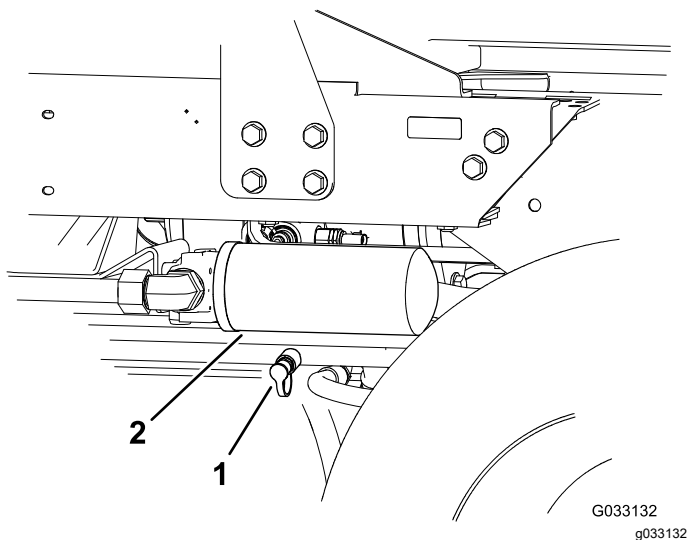

図 63
2. 後部走行マニホールドに取り付けた故障診断用フィッティングと後退走行油圧テストポートとを油圧ホースでつなぐ 図 63。